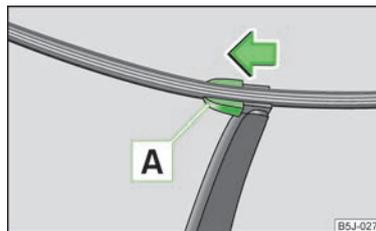

Abb. 32
- Den Scheibenwischerarm von der Scheibe abklappen und das Scheibenwischerblatt rechtwinklig zum Wischerarm stellen » Abb. 32.
- › Das Scheibenwischerblatt auf den Scheibenwischerarm setzen und die Sicherung **A** » Abb. 32 verriegeln.